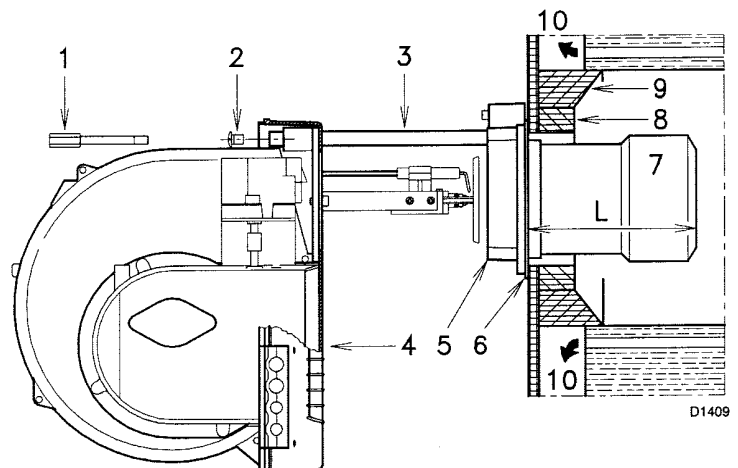
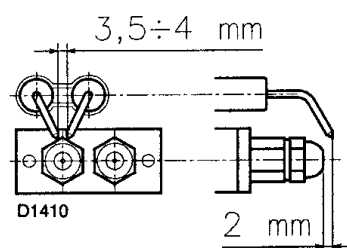

Рис. 7
Рис. 9
ДЛИНА ГОЛОВКИ (Рис. 7)
УСТАНОВКА ГОРЕЛКИ НА КОТЕЛ (Рис. 7)
Форсунка для 1-й ступени находится под электродами зажигания, рис.9. Проверьте, чтобы электроды были установлены так, как показано на рисунке 9. После этого установите горелку (4) (рис. 7) на направляющие (3) и продвиньте ее до фланца (5), при этом держите горелку слегка приподнятой, чтобы диск стабилизации пламени не застрял в головке горелки.